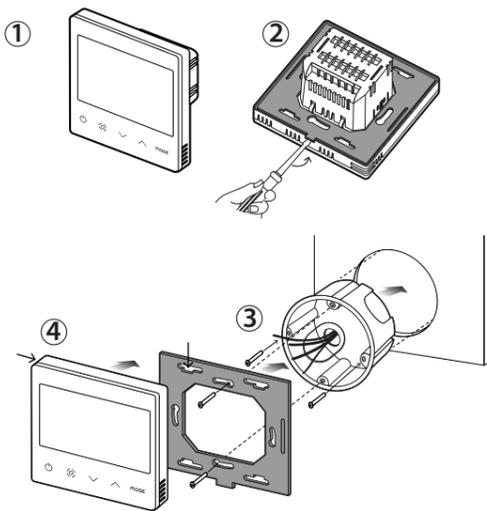
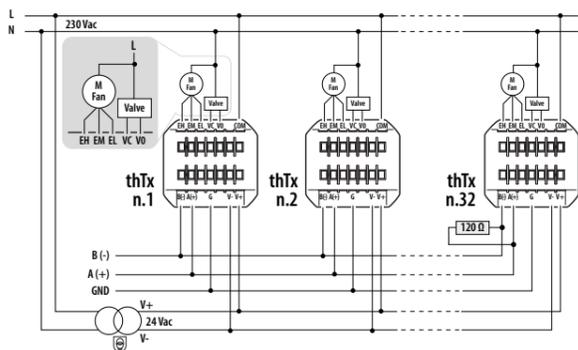

Fig. 2
Fig. 3
- collegare saldamente i fili in base allo schema in Fig.3 e per il montaggio attenersi alle istruzioni in Fig.2.